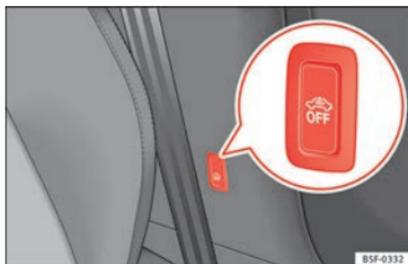

Fig. 96 Tecla de vigilancia del habitáculo/de la protección antirremolcado.
- Para desconectar la vigilancia del habitáculo y la protección antirremolcado, apague el contacto y pulse la tecla **»» fig. 96**. El testigo de la tecla se ilumina.